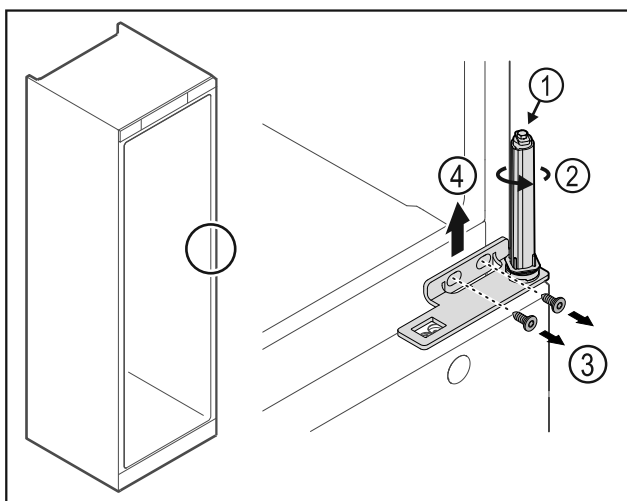

Fig. 26
- ▶ Mos e zbërtheni sistemin e mbylljes së derës Fig. 26 (1).
- ▶ Rrotulloni sistemin e mbylljes Fig. 26 (2) derisa të kërcasë.
- ▶ Lironi vidat Fig. 26 (3), hiqni profilin e menteshës nga lart Fig. 26 (4).